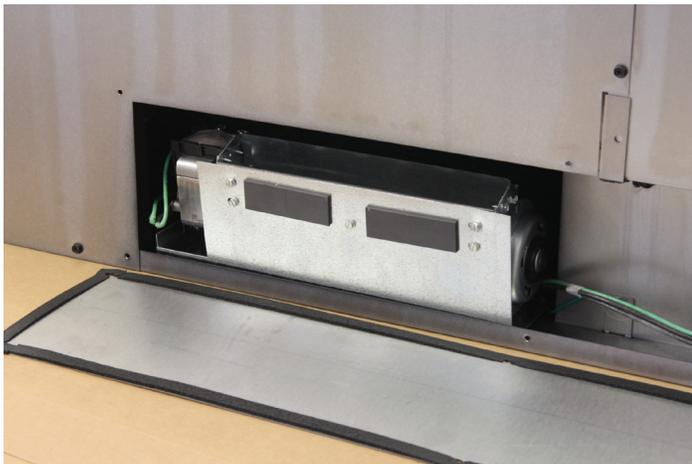

Figure 5
- Terminer l'installation de la soufflante gauche de manière à ce que le bord gauche du support de la base de la soufflante soit à égalité avec le bord gauche de l'ouverture d'accès. Acheminer le câblage de manière à éviter la roue de la soufflante. **Voir Figure 5.**